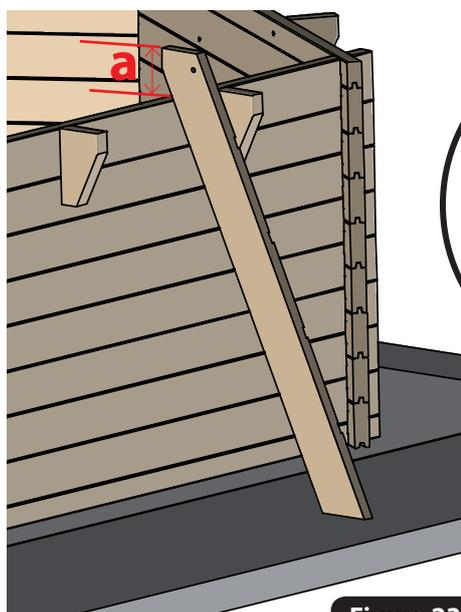

Figure 23
- Recoupez les limons de l'échelle en reportant la dimension a (figure 23) au bas du limon de l'échelle et sciez la partie a extraire.